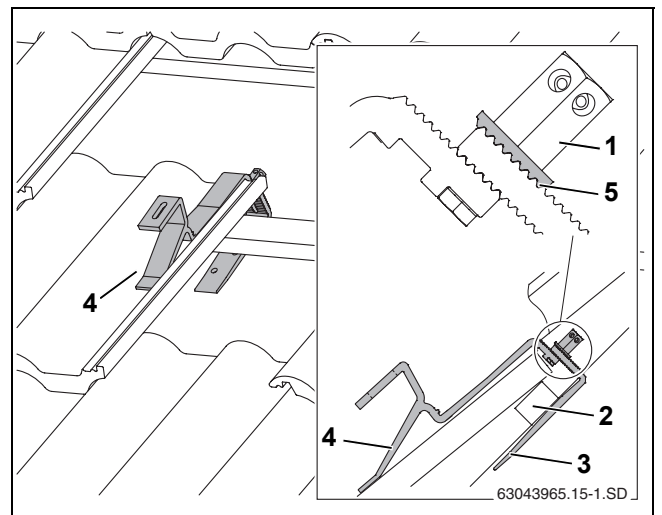

Fig. 12 Cârlige de acoperiș suspendate (pentru ca această imagine să fie mai clară, nu s-au reprezentat unele țigle)
- ▶ Suspendați cârligul de acoperiș astfel încât să se sprijine anterior în partea concavă a ondulației (Fig. 12, [4]).
- ▶ Împingeți în sus partea inferioară a cârligului de acoperiș (Fig. 12, [3]) până când aceasta ajunge la șipcă (Fig. 12, [2]).
- ▶ Strângeți piulița lungă hexagonală (Fig. 12, [1]). Pentru aceasta, introduceți cheia cu deschidere de 5 în orificiu și răsuciți-o.
Șaiba suport zimțată (Fig. 12, [5]) trebuie să se prindă în îmbinarea dințată a părții inferioare a cârligului.